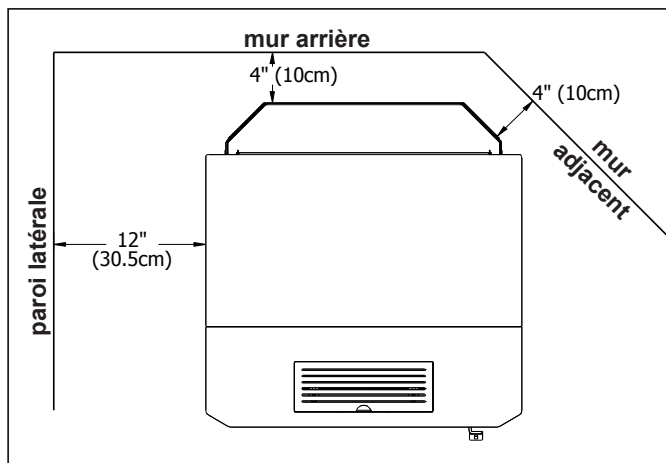

Figure 4: Maxx Dégagements aux matériaux combustibles
1. Retirer le droit et gauche et d'autre du cabinet. Sortir la partie deux (2) vis Torx T-20 à l'arrière de l'chaque panneau et les deux (2) situé sur la face avant à l'intérieur supérieur, sous le plateau de cendres et d'aération. Tirez le panneau avant, puis les retirer.
3. Fixez la protection à l'unité avec deux (2) vis de chaque côté (voir Figure 4).